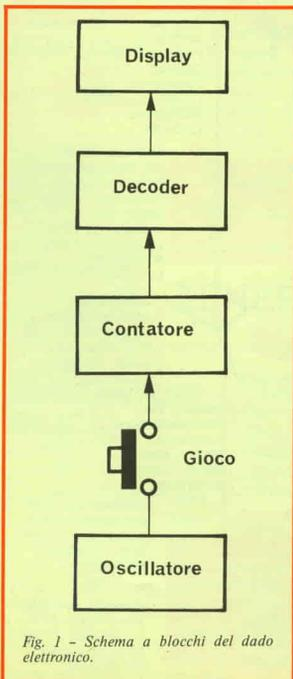

Fig. 1 - Schema a blocchi del dado elettronico.
**P**assiamo ora all'esame dello schema che ci permette di capire il funzionamento del montaggio. Per semplicità, consideriamo lo schema a blocchi di fig. 1. L'apparecchio è formato da un oscillatore, da un contatore e da un decodificatore, il quale comanda i diodi luminosi. L'oscillatore, che può essere considerato il cervello di tutto l'insieme, fornisce impulsi al contatore per l'intervento del pulsante "gioco".